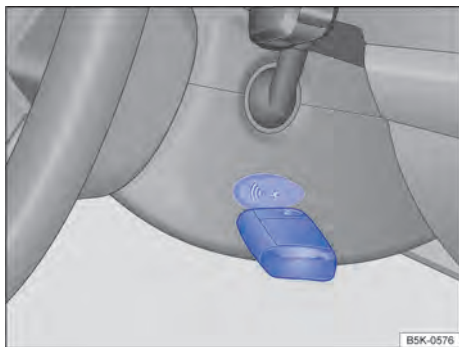

Fig. 91 À direita na coluna de direção: função de partida de emergência em veículos com sistema de travamento e de partida Keyless Access sem chave.
- Manter a chave do veículo diretamente após pressionar o botão de partida à direita da coluna de direção → Fig. 91.